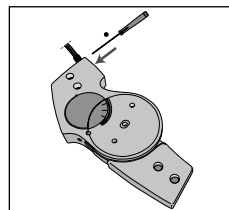

Fig. 8
7. Løsn keglepunktssikkerhedsskruen på siden af leddet, to omdrejninger er nok (se fig. 8). Skruen må ikke fjernes fra leddet.
18. Spænd konuspunktssikkerhedsskruen tilbage i leddet (**se fig. 8**).